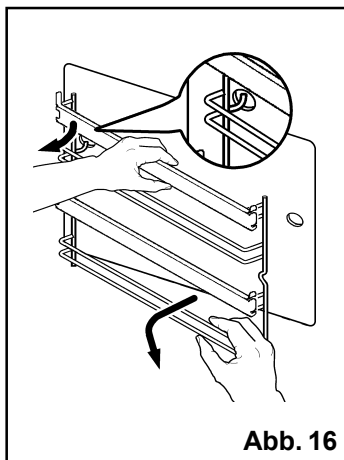

Abb. 16
2. Das Einhängegitter hinten anheben, um es auszuhängen (Abb. 16).